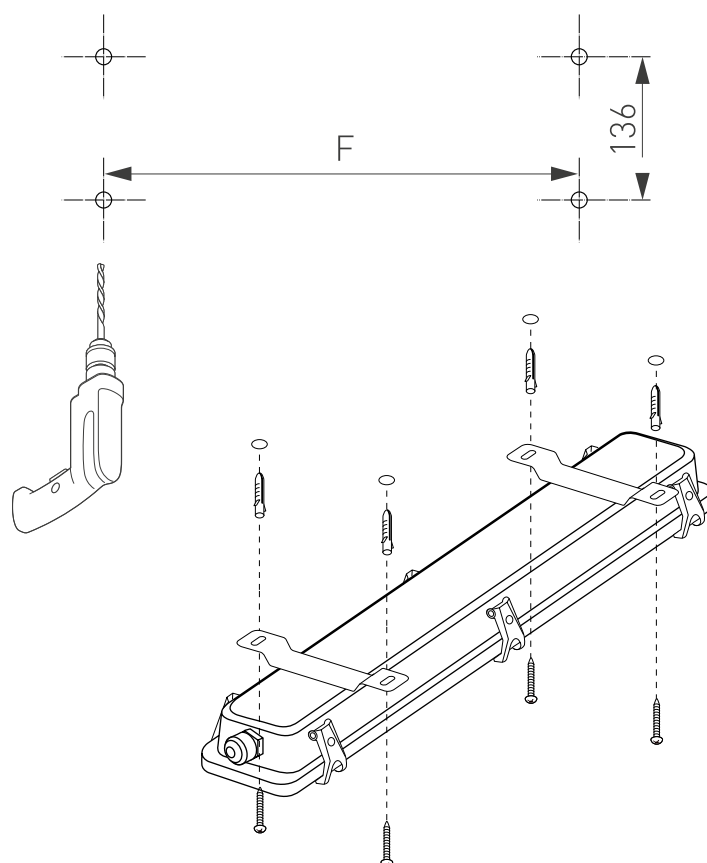

Рис. 3. Установка светильника накладным способом
- Для накладного монтажа (рис. 3) выполните разметку под кронштейны для светильника в соответствии с установочными размерами (F).
- Закрепите кронштейны на поверхности винтами, как показано на рис. 3.